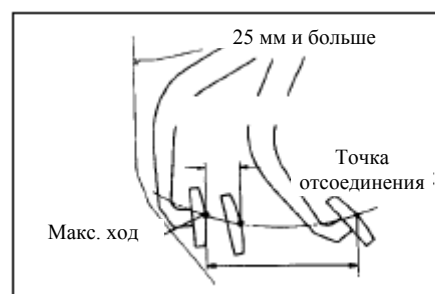

Рис.100
- (6) Проверьте точку разъединения сцепления. (рис.100)**